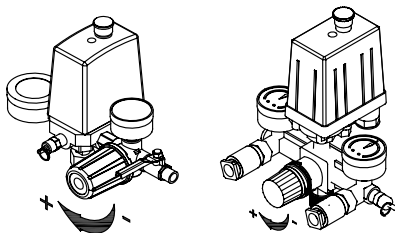

Fig. 6
Regulador (Fig. 6)
- Ajuste la presión de salida de aire girando el regulador tal y como se muestra en la fig. 6.